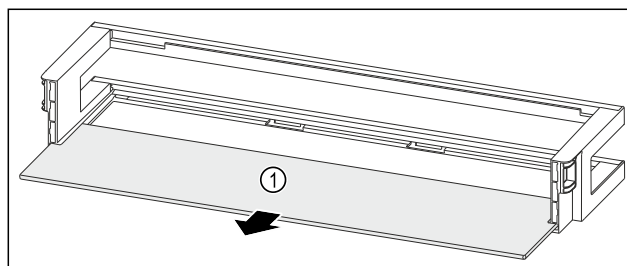

Fig. 95 Dörrfack med hylla
- Ta ut dörrfacket Fig. 95 (1).